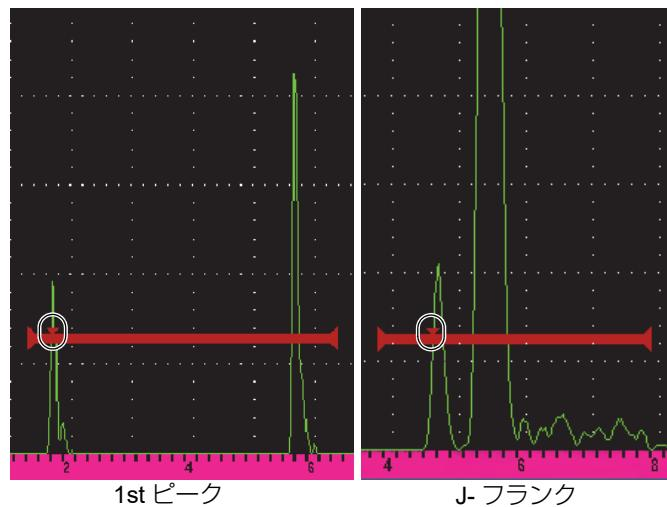

図 3-11 1st ピークと J- フランクモードでトリガー
- **1st ピーク**：ゲートの高さを超える最初のピーク位置に基づく測定値 (参照)。73 ページの図 3-11 「1st ピークと J- フランクモードでトリガー」を参照。
- **J- フランク**：ゲートをクロスする信号の最初のクロスポイントに基き厚さ測定値取得し、ゲートで指定された範囲内で、最初のエコーの一番高いピーク位置から振幅測定値を取得します (73 ページの図 3-11 「1st ピークと J- フランクモードでトリガー」参照)。